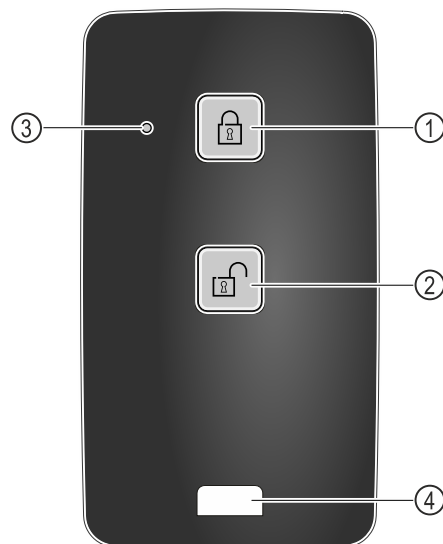

Fig. 219
- Toets Fig. 219 (1) op de afstandsbediening indrukken.
- Toets Fig. 219 (2) op de afstandsbediening indrukken.
- Statusled Fig. 219 (3) geeft bij indrukken van een toets een optische terugmelding.
- Oog Fig. 219 (4) voor de bevestiging van de afstandsbediening, bijvoorbeeld aan een sleutelbos.